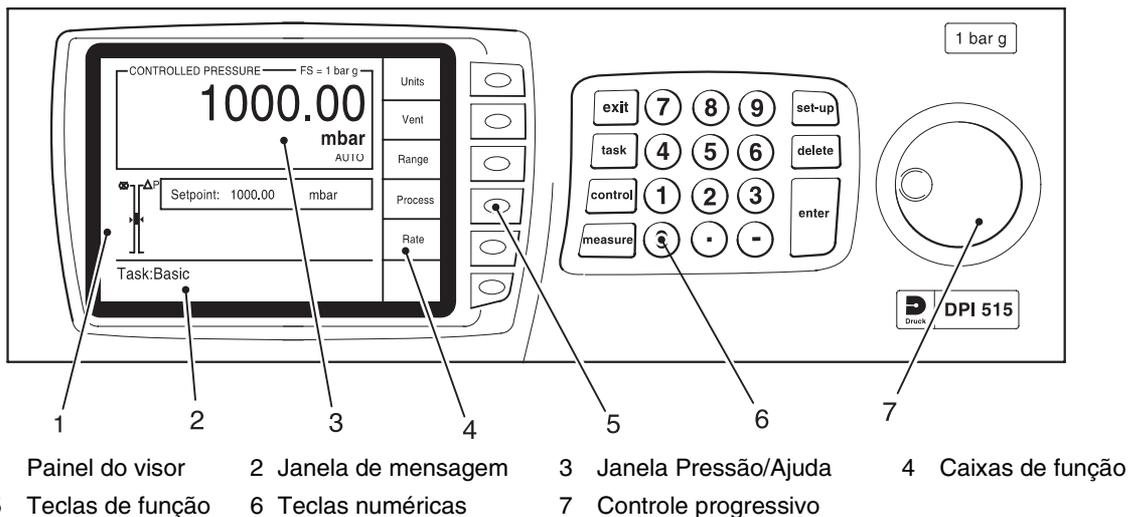

Figura 3-1, Controles e Indicações de Instrumento
3.2 Referência Rápida (Figura 3-1)